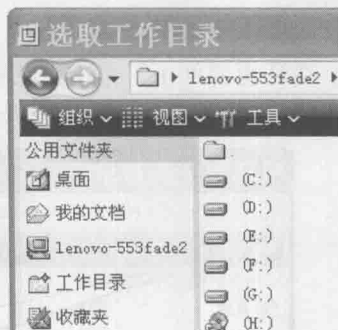

图 1-5 界面的改变
(4) 单击其中的 lenovo-553fade2(即你所用的计算机名),系统弹出盘符的下拉项目,界面改变成如图 1-5 所示,即可看到用户计算机的各个盘符。